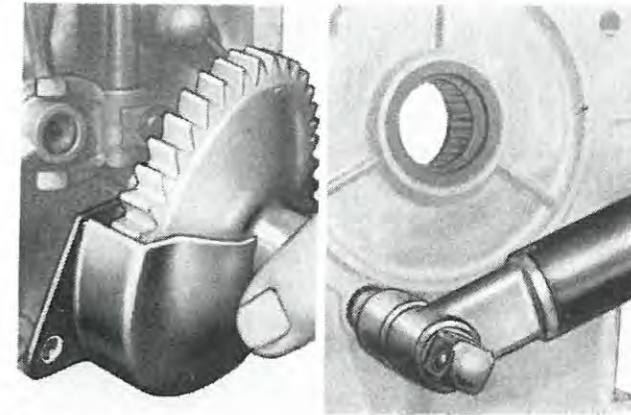

Fig. 74
- Monter la cuve avec régulateur (Fig. 74).
- Bloquer par l'extérieur l'axe engrenage régulateur. Serrer le boulon à 1,2 Kgm. (Fig. 74).
- Assemble governor gear and oil baffle (Fig. 74).
- Secure governor gear by tightening bolt from external side of case, torquing it to 1,2 Kgm (Fig. 74).
- Regler und Wanne montieren (Abb.74).
- Zahnradwelle des Reglers am Gehäusedeckel von der Außenseite des Deckels her befestigen. Schraube mit 1,2 Kgm anziehen. (Abb. 74).